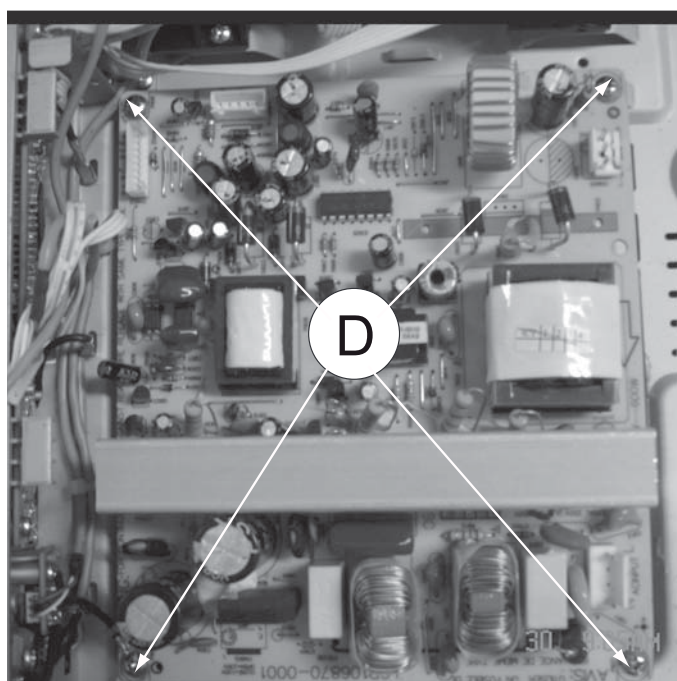

Figura 7
- 1) Solte os 4 parafusos "D" na prte superior do Painel Power como mostra figura 7